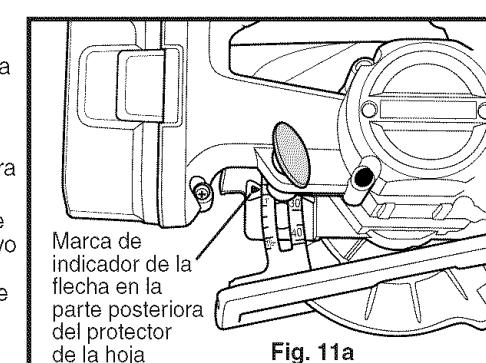

Fig. 11a
PARA CONFIGURAR LA PROFUNDIDAD DE LA HOJA (Fig. 11a)
4. Levante o baje la sierra hasta que la marca de flecha del indicador en la trasera del dispositivo de hoja más alta alinee con la marca de pulgada en la Escala de Profundidad-de-Corte en la Abrazadera a su profundidad deseada (ver Fig. 11a).